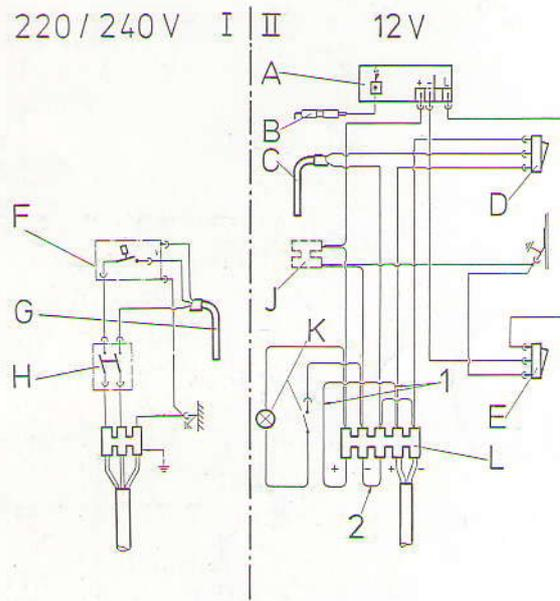
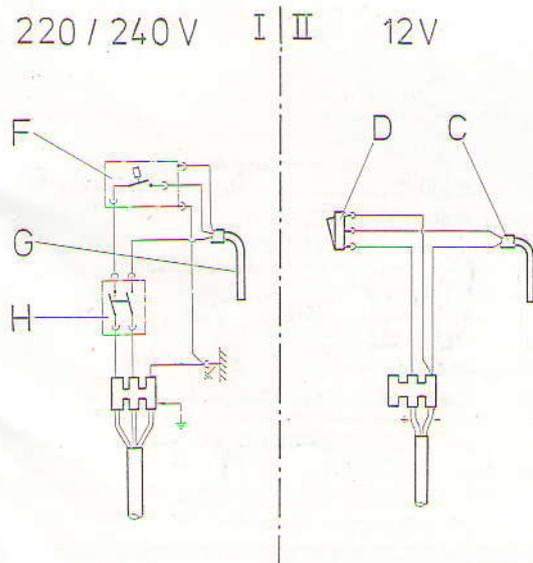

Fig. 6
Fig. 8 Mod. 2251
Le schéma de câblage est celui de la fig. 6 pour le modèle RM 2250 et celui de la fig. 8 pour le modèle RM 2251.
La fig. 6 montre le schéma de câblage du réfrigérateur tel que celui-ci est livré. L'alimentation 12 V arrive en (L). L'allumeur (A) est alimenté par l'intermédiaire de deux shunts (1) et (2) sur le domino (L), ainsi que l'éclairage intérieur (K) si le réfrigérateur en est équipé.
Certains modèles comportent un domino supplémentaire (J), fig. 6. Dans ce cas, il convient de supprimer les shunts comme indiqué plus haut, mais par contre de procéder à un branchement séparé sur ce domino (J).